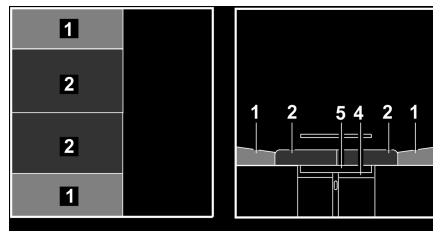

Fig. 74 Después de la transformación
- Tirar de los cojines del asiento (Fig. 74,2) hacia el centro.
- Colocar los cojines del respaldo (Fig. 74,1) entre los cojines del asiento y la pared.